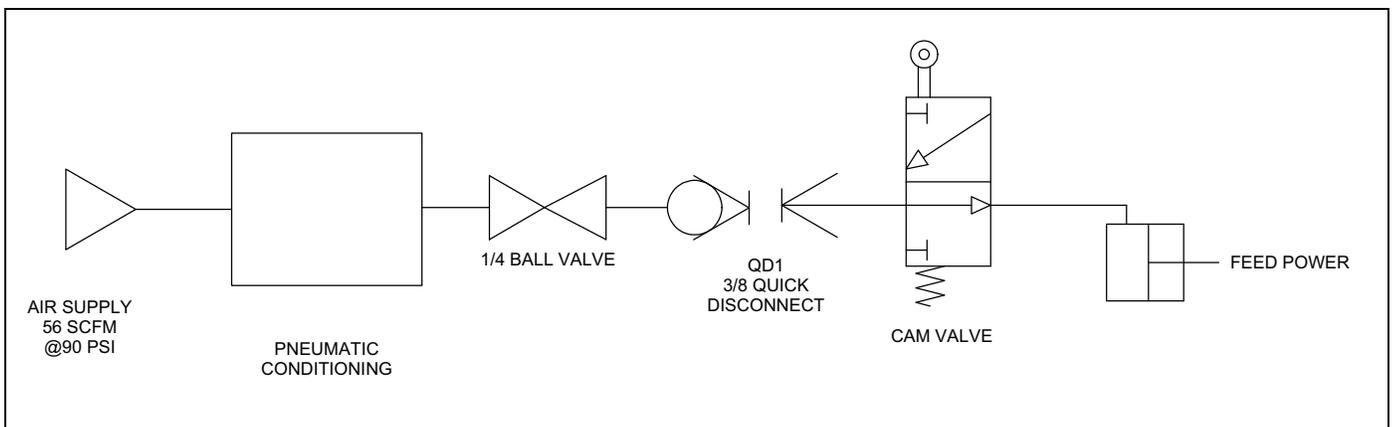

FIGURA B-2. P/N 87941 ESQUEMA DE ENSAMBLAJE DE SOLO EL AVANCE NEUMÁTICO (UTILIZADO CON MÁQUINAS HIDRÁULICAS)
- FIGURA B-2. P/N 87941 ESQUEMA DE ENSAMBLAJE DE SOLO EL AVANCE NEUMÁTICO (UTILIZADO CON MÁQUINAS HIDRÁULICAS) 113